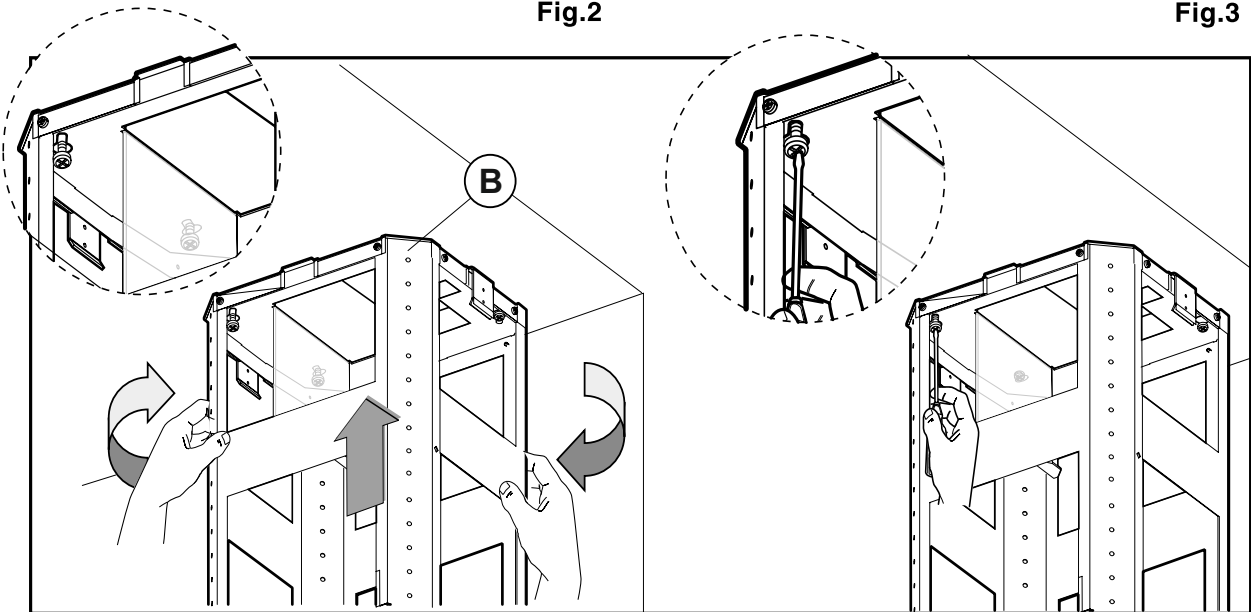

Fig.4
- 3.2.2 Ota kehikon yläosa ja aseta se kattoon ruuvien kohdalle. Kierrä kehikkoa niin, että se lomittuu kiinni. Kiinnitä ruuvi X ja kiristä 3 aiemmin kiinnitettyä ruuvia. (Fig. 4)